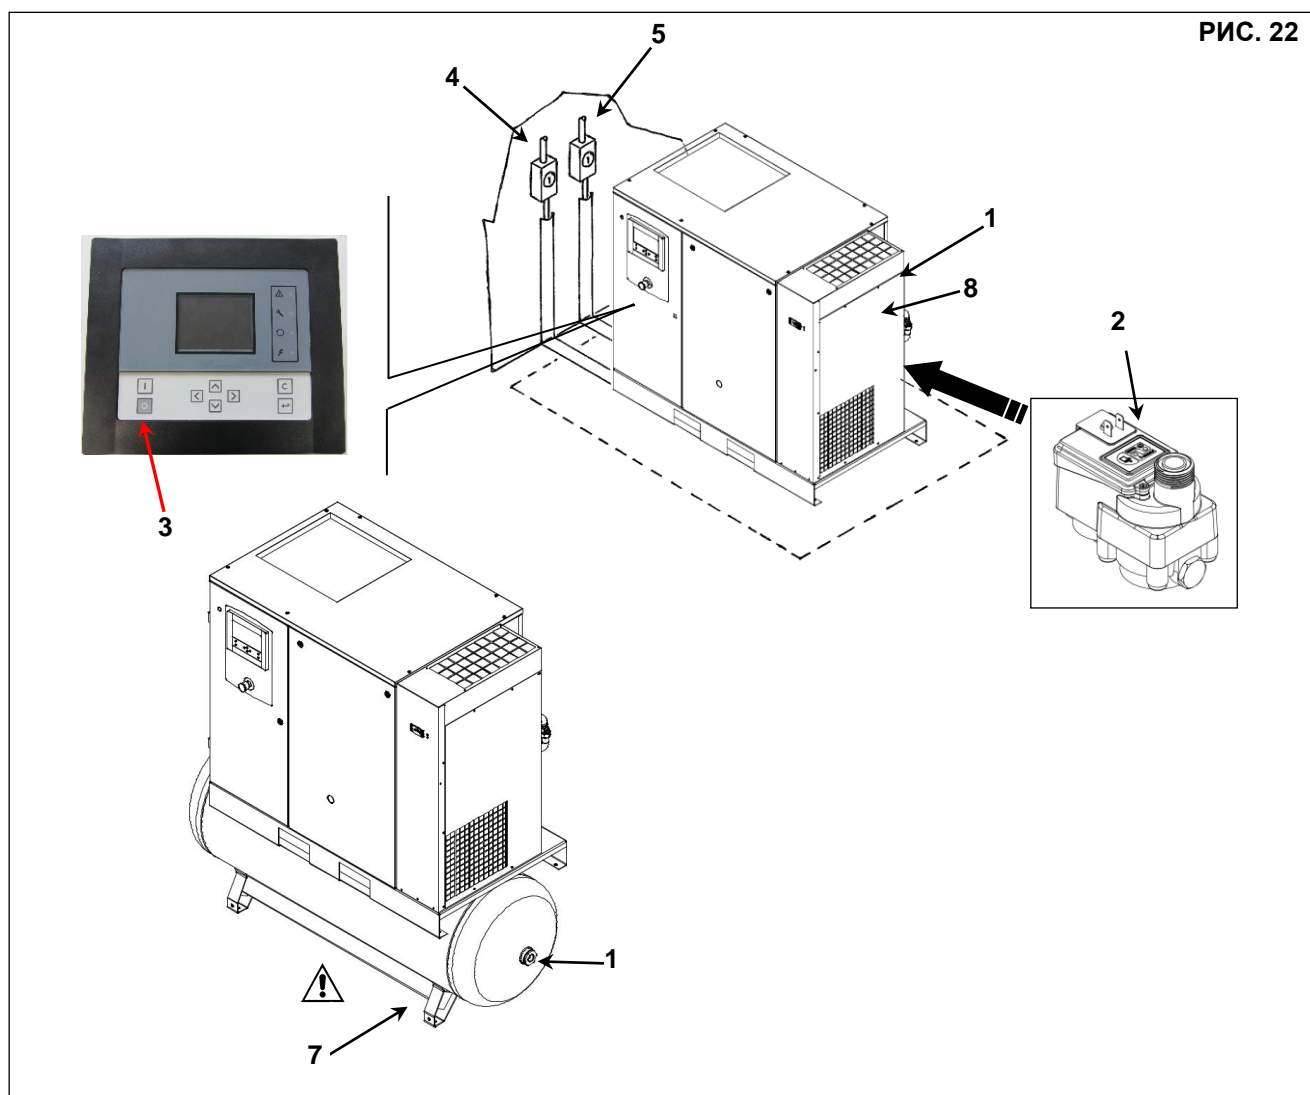

РИС. 22
- Выключите машину, нажав кнопку поз. 3 Рис. 22: таким образом машина остановится, проработав какое-то время на холостом ходу.
- Закройте кран поз. 1 Рис. 22 (машина с и без бака).
- Сбросьте давление в осушителе, нажав кнопку «ТЕСТ» для слива конденсата (примерно на 10-20 секунд), поз. 2 Рис. 22 (машина без ресивера).
- Сбросьте давление в осушителе и баке, открыв кран для слива конденсата, поз. 7 Рис. 22 (машина с баком).
- Закройте кран поз. 7 Рис. 22 после завершения выпуска воздуха остаточного давления.
- - Отключите электропитание через размыкающий выключатель Поз. 4 (для винтового компрессора) и Поз. 5 (для осушителя, если имеется). Рис. 22.